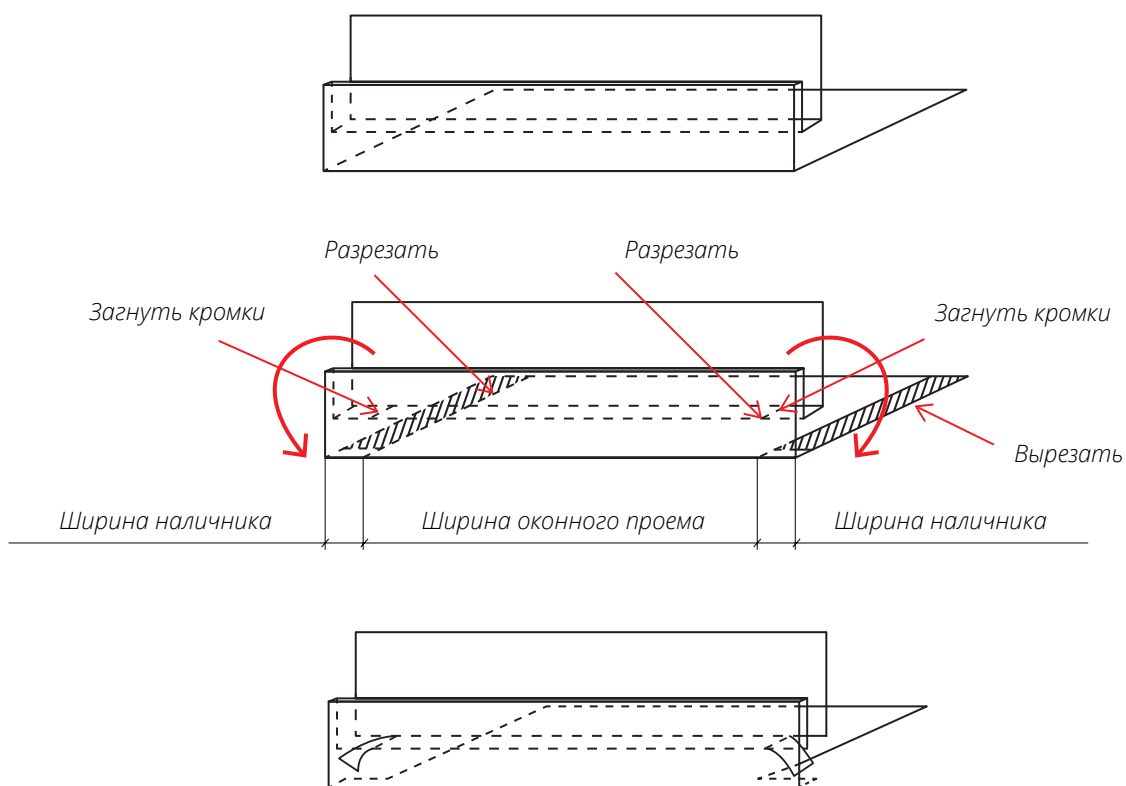

Рис. 21
- Подготовьте верхнюю Околооконную планку по схеме на рис. 21 и закрепите аналогично боковым планкам.